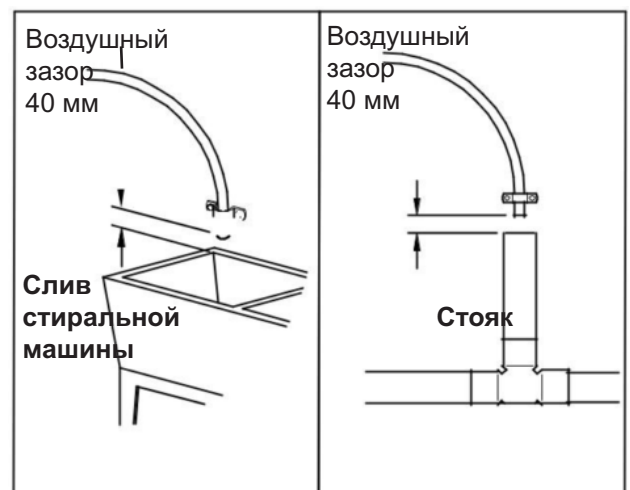

Рис. 8
1. Измерить, обрезать до необходимой длины, подключить 9,5 мм дренажный трубопровод (прилагается) к соединению автоматического сетчатого фильтра (см. рис. 8 на стр. 7).